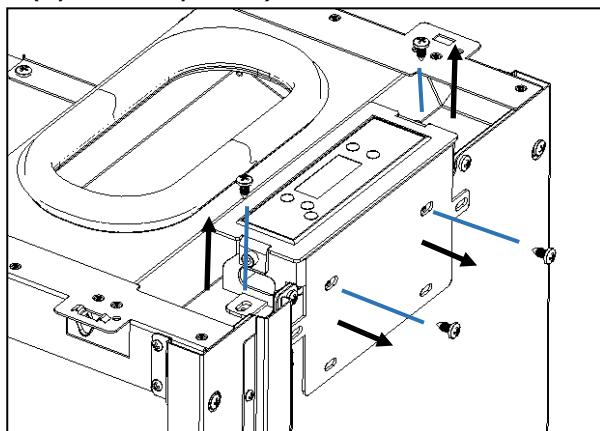

Figura 47 - Remoção do display no equipamento
a) Antes de começar a montagem das envolventes, deve remover o apoio do display do equipamento, desapertando os quatros parafusos representado na Figura 47.